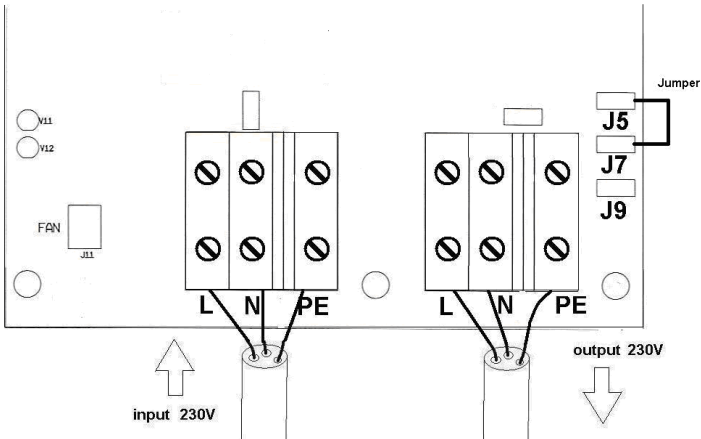

Abb. 3: Fehlerstromschutzschaltung (FI-Schalter)
2.3 Fehlerstromschutzschaltung (Abb. 3)
Im Ausgang des Trenntrafos muss ein Fehlerstrom- Schutzschalter eingebaut werden. Dazu muss der Ausgangs-Nullleiter geerdet werden (Verbindung mit dem Stahlrumpf). Dies wird mit einem Überbrückungskabel zwischen den Anschlüssen J5 und J7 (siehe Abb. 3) und der Erdung des Gehäuses erreicht.